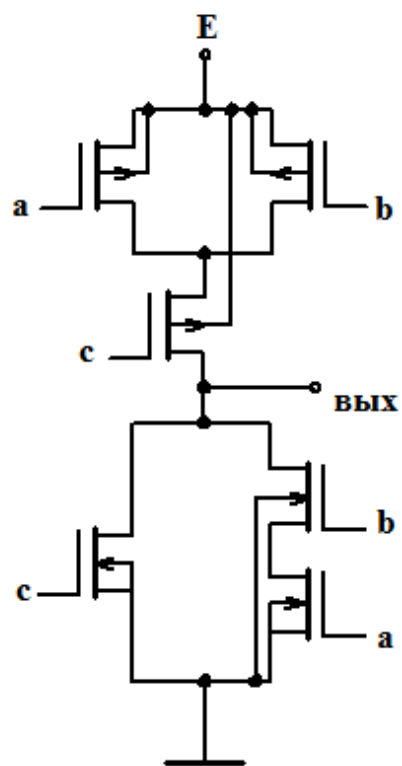

Рис. 1. КМОП схема, реализующая функцию
- На рис. 1,2 (следующий слайд) показаны результаты использования данного алгоритма для синтеза КМОП логических (цифровых) схем.